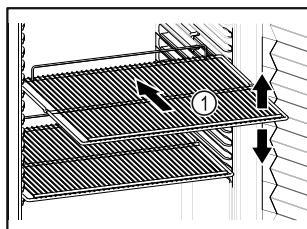

Fig. 59 Atvaizdo pavyzdys
- Jei pastatymo groteles Fig. 59 (1) galima perkelti, pritaikykite atsižvelgdami į aukštį.